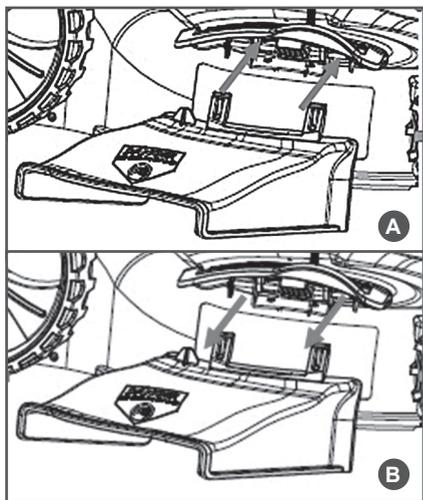

Рис. 4 Установка и снятие желоба бокового выброса
Для режима бокового выброса травы на LM4622, LM5345 установите желоб бокового выброса (Рис. 4А) и снимите травосборник.
1. Снять желоб бокового выброса (Рис. 4В) или травосборник в зависимости от исходного состояния газонокосилки.
1. Снять желоб бокового выброса (Рис. 4В), заглушку для мульчирования или травосборник в зависимости от исходного состояния газонокосилки.